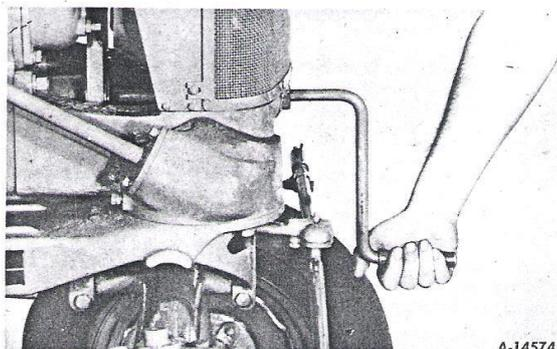

Figure 15 - Méthode correcte pour la mise en route du moteur à la manivelle.
- 6 - Faites tourner le moteur à la manivelle jusqu'au démarrage, figure 15.